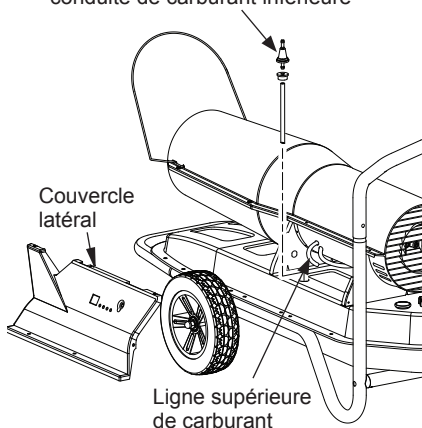

Figure 14 - Retrait du filtre de carburant
3. Tirez la conduite de carburant supérieure hors du filtre à carburant du cou (voir figure 14).
4. Sortir avec précaution douille, filtre à carburant, et la ligne inférieure de carburant sur le réservoir de carburant (voir figure 14).
3. Retirez le couvercle du côté de la commande avec un pilote 5/16" écrou. Sur les modèles 160, 175 et 220, retirez les deux boulons et écrous de roues de soutien avec un tournevis cruciforme et une clé à molette. Retirez le panneau latéral (voir figure 14).